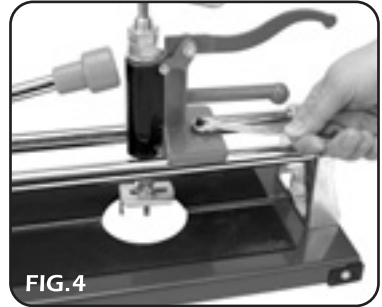

FIG. 4
- **HOLE DRILLING (Figs.4.- 6.):**